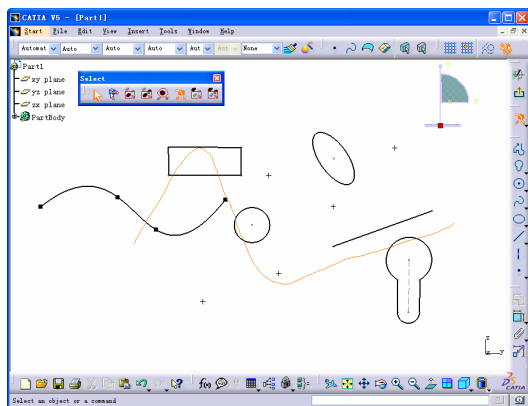
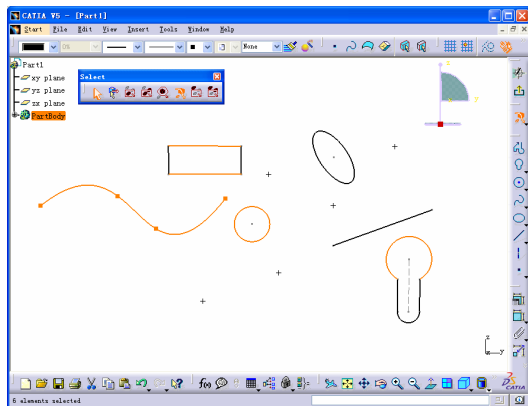

图 1-38
图 1-39
**Free Hand Selection Trap** 自由曲线套索，当使用该工具时，可按住鼠标左键并移动鼠标绘制曲线，如图 1-38 所示。松开左键后则与该曲线相交的元素被选中，如图 1-39 所示。